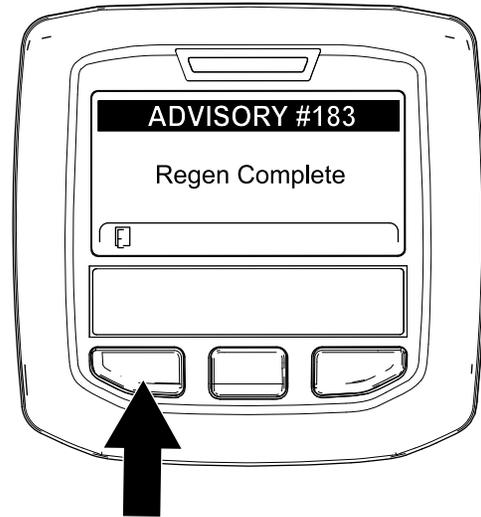

Figure 67
9. Quand le calculateur moteur achève une régénération en stationnement ou d'urgence, l'InfoCenter affiche ADVISORY #183 (avis n° 183) (Figure 67). Appuyez sur le bouton gauche pour quitter l'écran d'accueil.
**Remarque:** Si la régénération échoue, l'InfoCenter affiche Advisory #184 (avis n° 184) (Figure 67). Appuyez sur le bouton gauche pour quitter l'écran d'accueil.